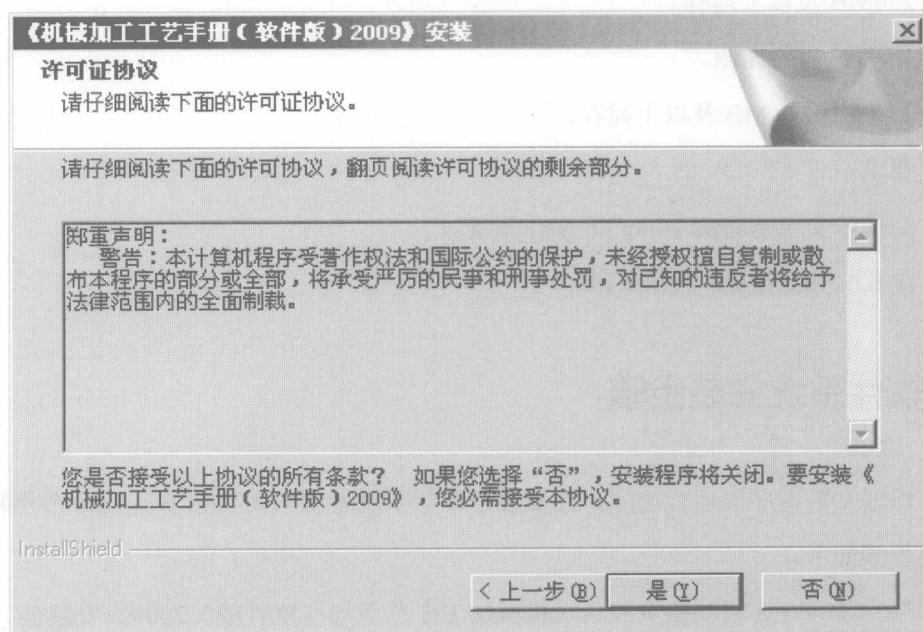

图 1-2 许可证协议界面
- (3) 单击“下一步”按钮，进入如图 1-2 所示的关于软件使用的许可证协议界面。在用